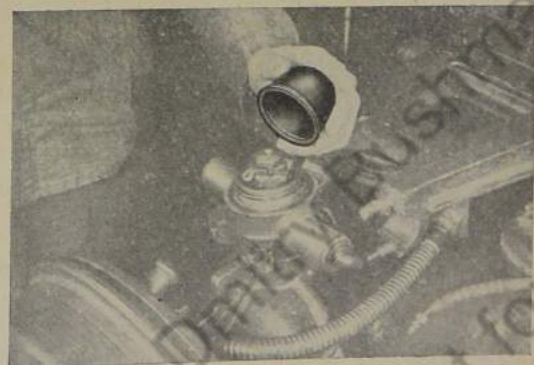

Bild 731: Abdeckkappe abnehmen
8. Abdeckkappe vom Lagerzapfen abnehmen (Bild 731).